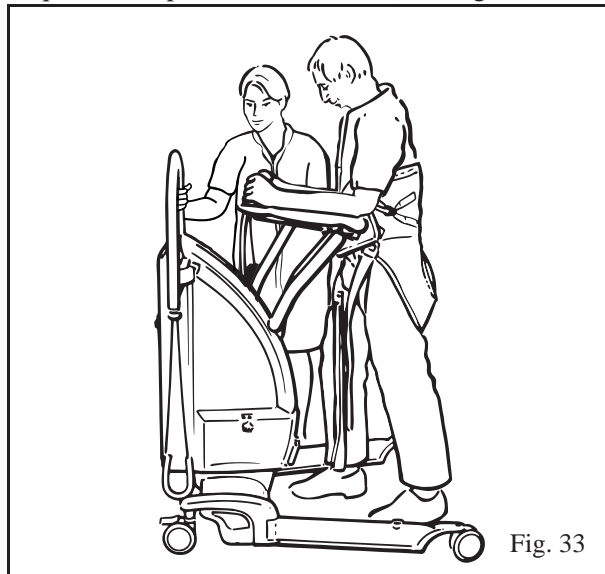

Fig. 33
10. Sem o Proactive Pad e com os travões desativados, o paciente pode andar ao seu próprio ritmo, enquanto se apoia no Sara Plus. (Ver Fig. 33)